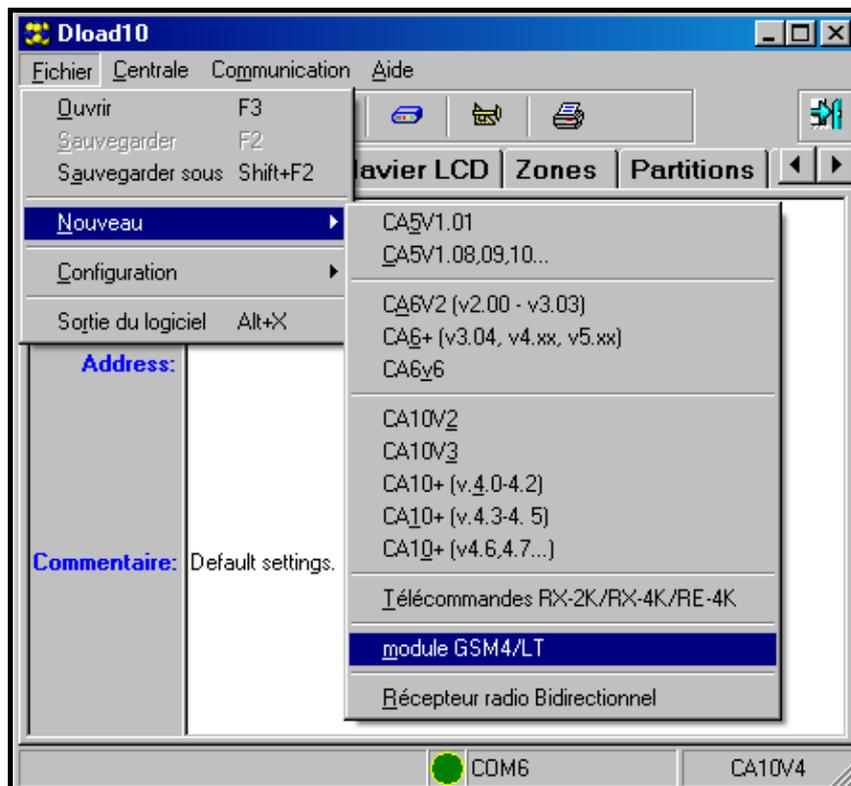

Fig. 7.
1. Ouvrir la fenêtre des données du module en sélectionnant au menu **Fichier**→**Nouveau** →**Module GSM** (voir : Fig. 7).